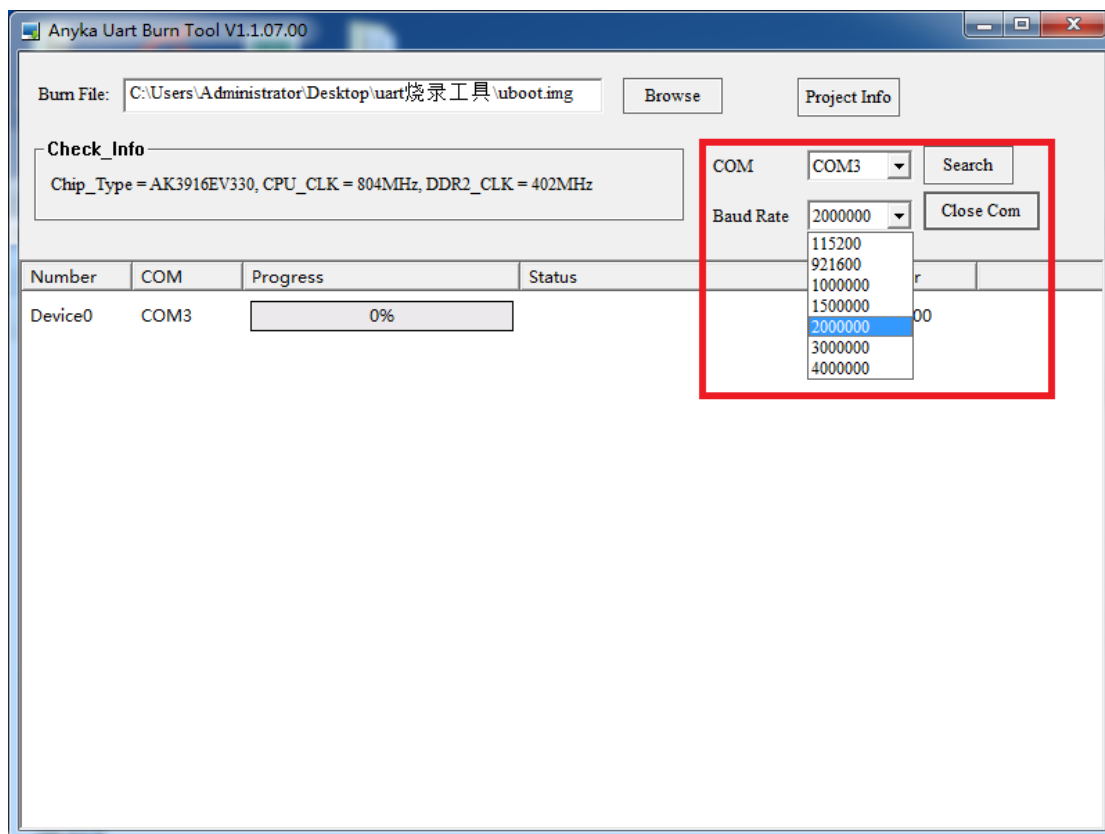

图 2-2 端口及波特率设置
- (3) 双击  Uart\_BurnTool，打开工具，主界面如图 2-2 所示。
- (4) 点击工具界面的 **Search** 按钮，烧录工具自动搜索可用端口，选择相应的端口并设置波特率，如图 2-2 所示。